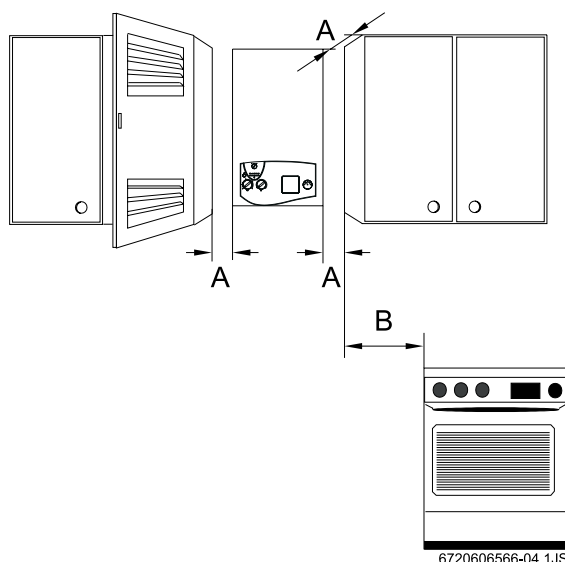

Fig. 5 Distanze minime
- Per facilitare l'accesso all'apparecchio e per ogni tipo di intervento di manutenzione, prevedere una distanza minima secondo le indicazioni riportate nella Fig. 5.